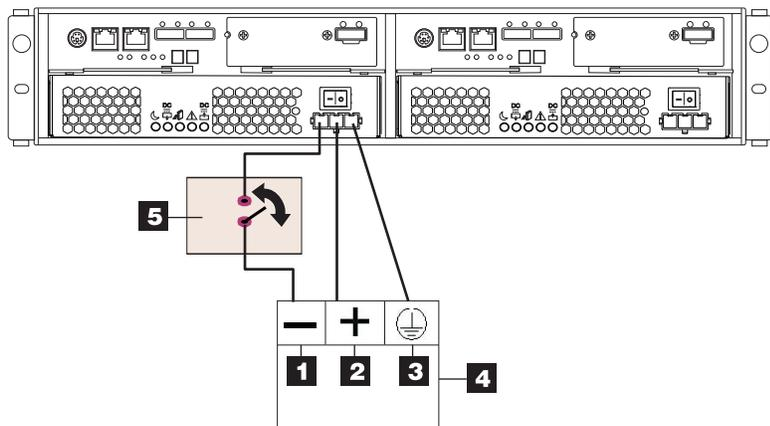

図 3-59. DS3500 から切断機および DC 給電部への DC 配線
5. 切断機から、確実に接地された安全超低電圧 (SELV) DC 給電部の -48V マークのある端子まで、配線を完了します。DC 電源ケーブルの POS RTN 線 (青色) と接地線 (緑色/黄色) を、図 3-59に示すように DC 給電部の POS RTN マークおよび GND マークの端子に接続します。